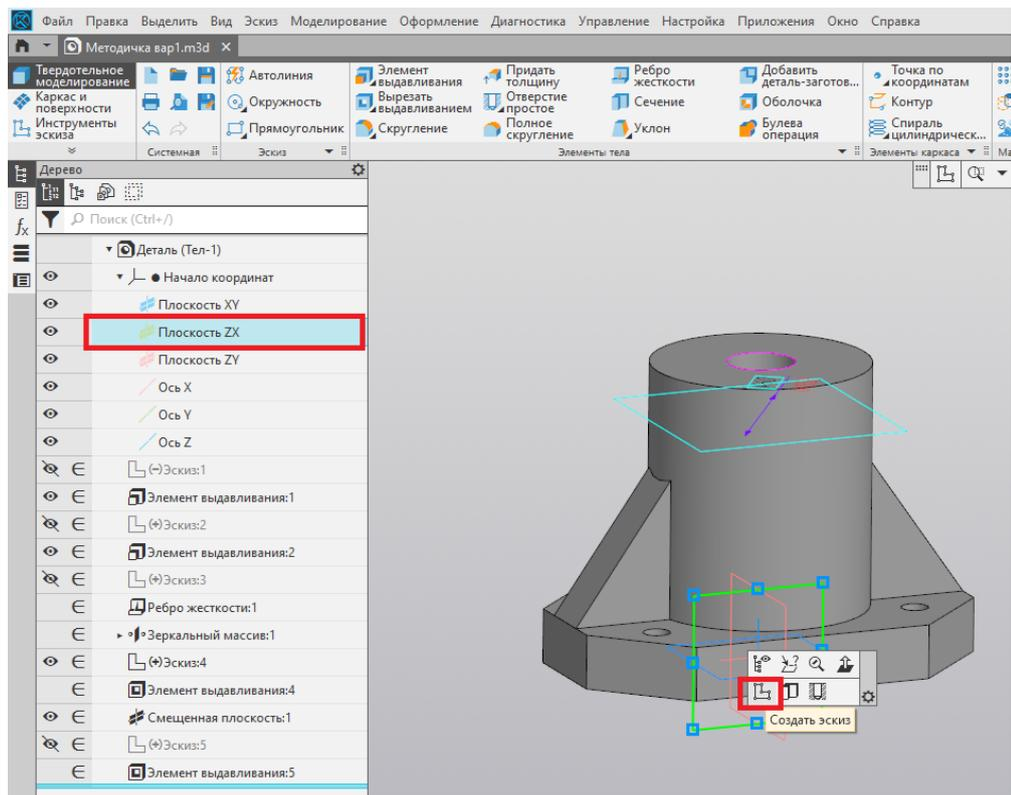

Рис. 33
30. Создаём новый эскиз в плоскости ZX (рис. 33).